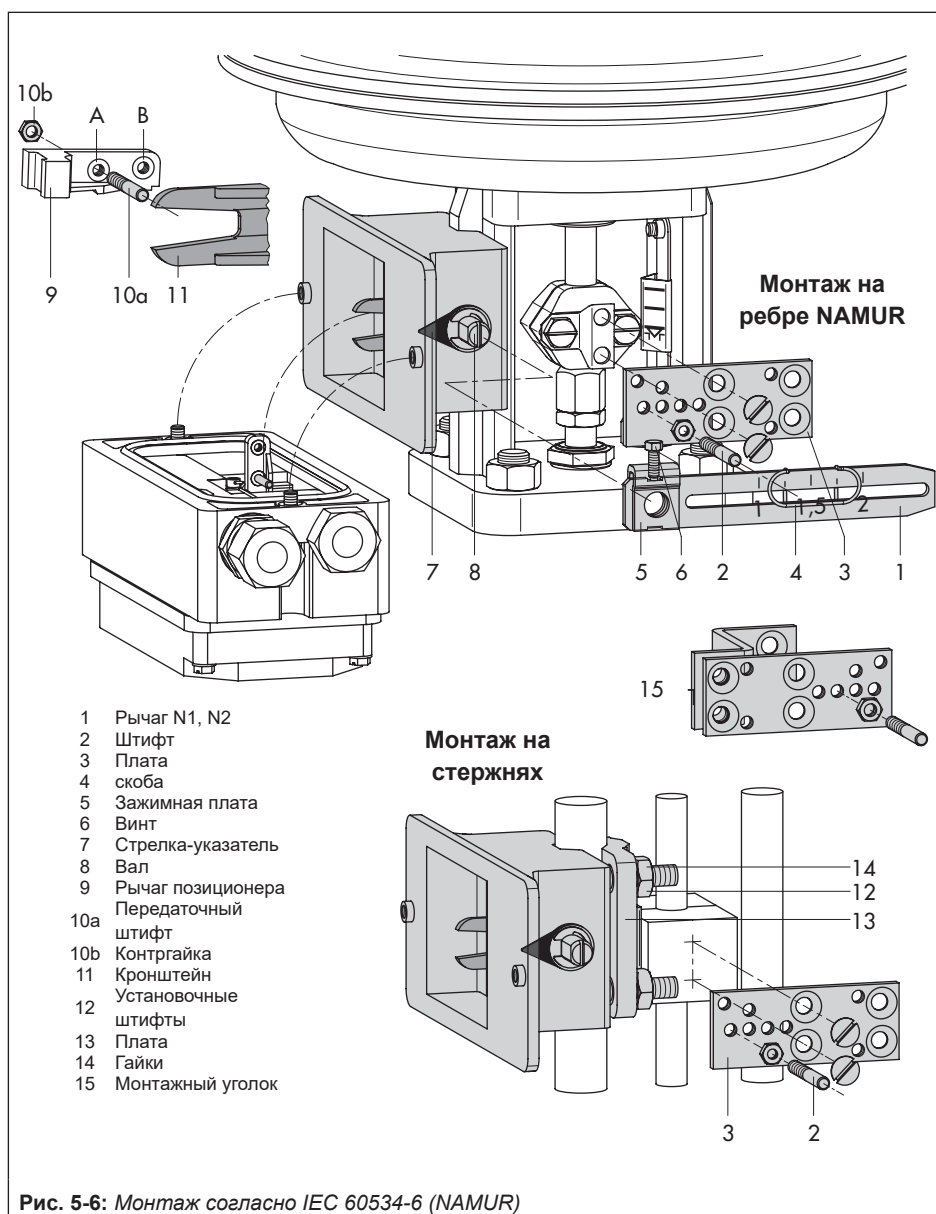

Рис. 5-6: Монтаж согласно IEC 60534-6 (NAMUR)
Монтаж выполняется с использованием корпуса адаптера (Рис. 5-6).. При этом ход регулирующего клапана через рычаг (1) и вал (8) передаётся на кронштейн (11) корпуса адаптера и далее перемещение поступает через передаточный штифт (10а) на рычаг позиционера. Чтобы передаточный штифт (10а) правильно располагался в кронштейне (11), на обратной стороне позиционера следует установить пружину, входящую в комплект аксессуаров, как показано на Рис. 5-4.
- ➔ См. Рис. 5-6
2. Установите вал (8) в корпусе адаптера так, чтобы чёрный указатель (7) совпал с литой отметкой на корпусе адаптера.
3. В этом положении затяните винтом (6) зажимную плату (5).
4. Завинтите передаточный штифт (10а) на стороне запрессованной гайки на рычаге позиционера и зафиксируйте штифт на противоположной стороне шестигранной гайкой, соблюдая положение при монтаже **A** или **B** согласно Табл. 5-1 и Рис. 5-6.
5. Установите и закрепите позиционер, соблюдая направление монтажа, на корпусе адаптера таким образом, чтобы передаточный штифт (10а) прилегал к кронштейну (11). Передаточный штифт не должен выходить из уголка!